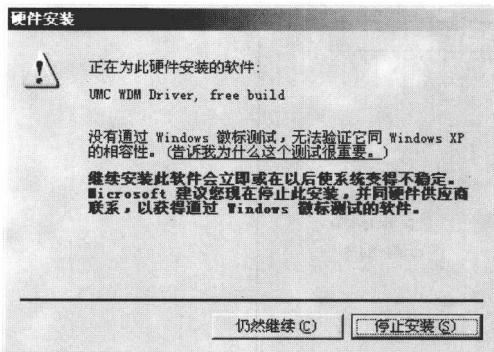
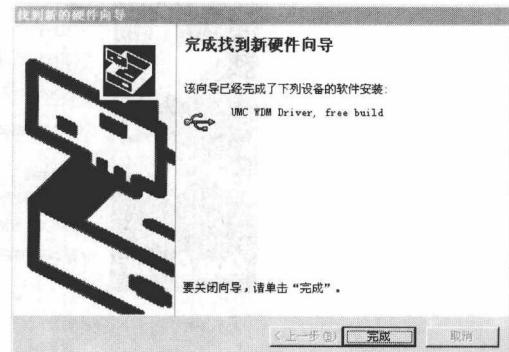

图 1-11 系统提示
图 1-12 完成新硬件的安装
(5) 安装过程中，系统可能会出现如图 1-11 所示的提示。不必理会，单击“仍然继续”按钮继续安装。最后，系统提示已完成新硬件的安装，如图 1-12 所示。